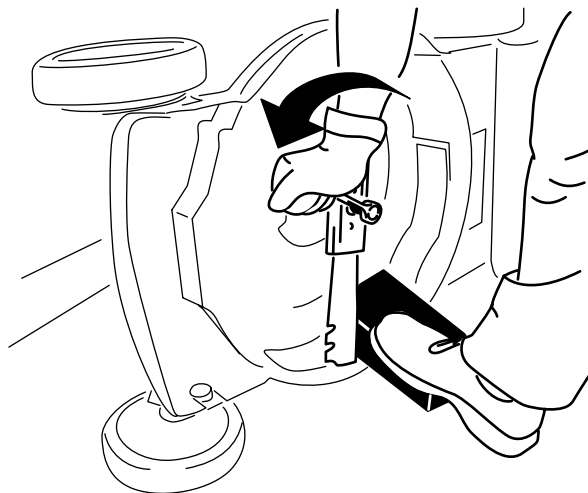

Figure 19
3. Immobilisez la lame avec un morceau de bois (Figure 19).
4. Déposez la lame mais conservez les fixations (Figure 19).